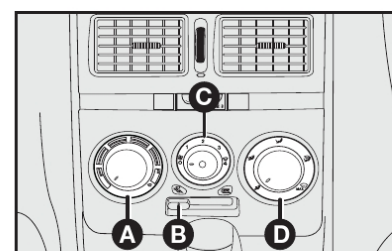

fig. 51
**1)** Seletor para a temperatura do ar **A-fig. 51** totalmente posicionado à esquerda.
**2)** Seletor do ventilador **C-fig. 51** posicionado na velocidade máxima.
**3)** Seletor de distribuição do ar **D-fig. 51** apontado para ; controlar para que todas as saídas de ar estejam totalmente abertas.
**4)** Ligar o ar-condicionado apertando o seletor **C-fig. 51**.
### COMANDOS - fig. 51
O ar-condicionado é muito útil para acelerar o desembaçamento, pois desumidifica o ar. É suficiente regular os comandos para a função de desembaçamento e ativar o condicionador, apertando o seletor **C-fig. 51**.
**1)** Condicionador de ar ligado: seletor **C-fig. 51**.